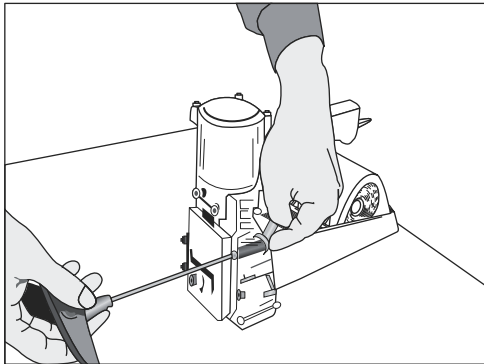

Figure 13
1. Desserrez les vis et l'écrou à l'aide d'une clé 8 mm et d'une clé Allen 4 mm. (Voir Figure 13)